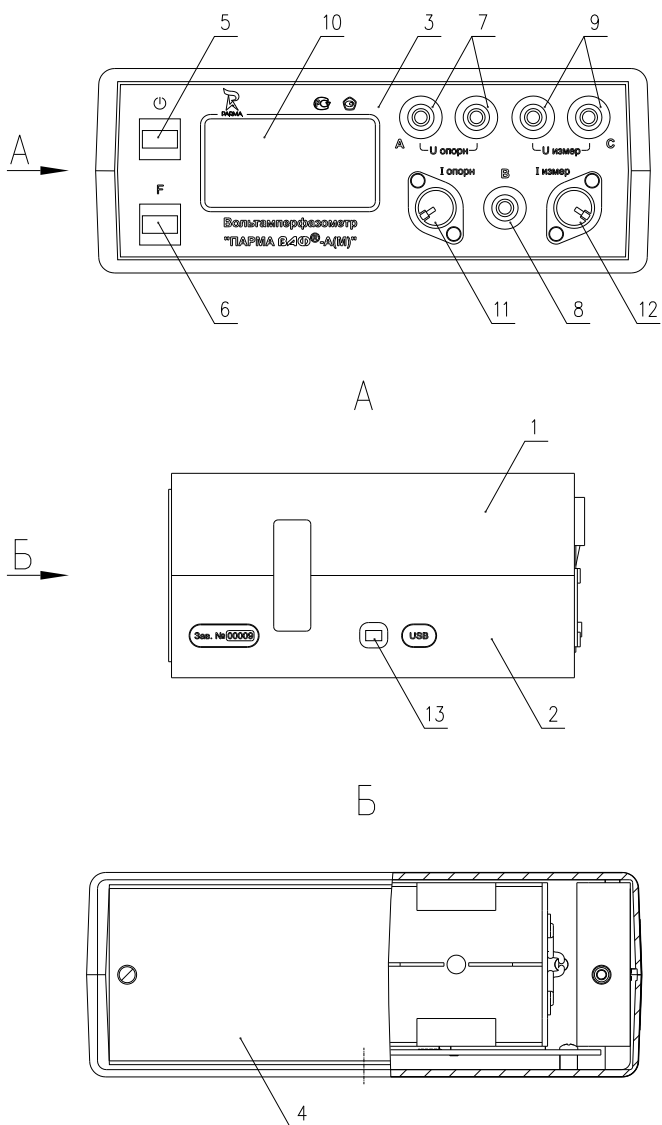

Рисунок 1 – Внешний вид измерительного блока
6.2.2 На лицевой панели ВАФ, рисунок 1 расположены две кнопки, верхняя «» и нижняя «F», дисплей, два разъема для подключения ИПТ и клеммы для подключения каналов напряжения.